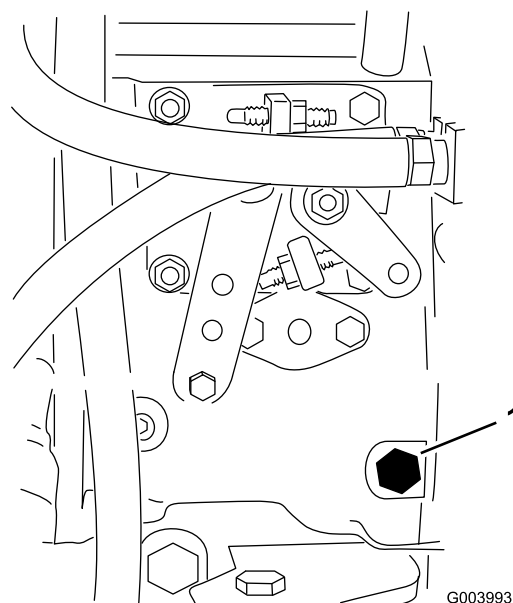

**Figura 38**
Drene el agua y otros contaminantes del separador de agua (Figura 38) a diario.
2. Afloje el tapón de vaciado en la parte inferior del cartucho del filtro (Figura 38).